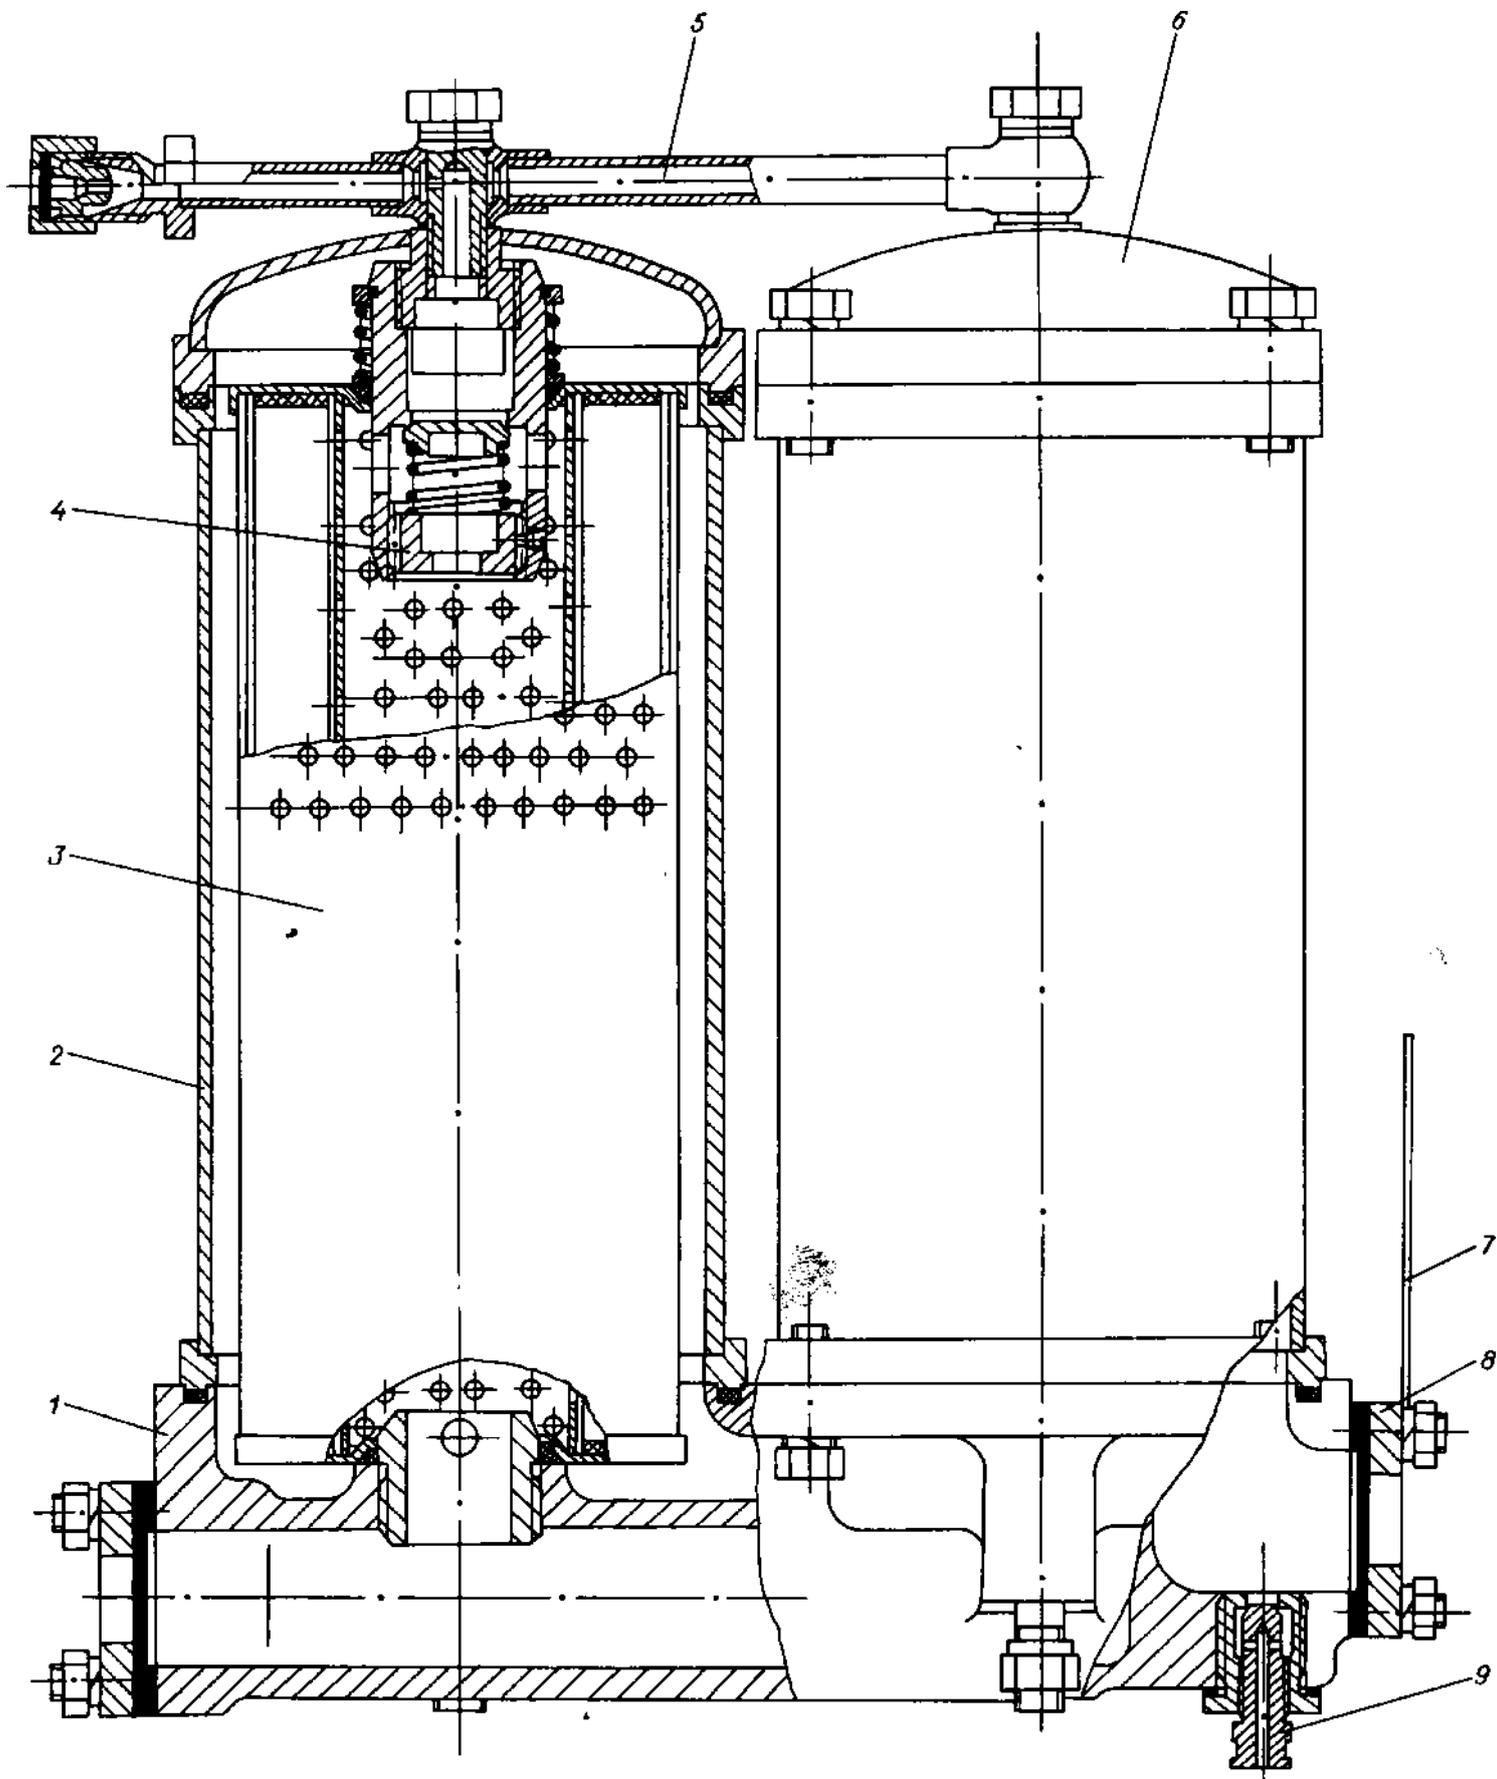

Рис. 36. Фильтр тонкой очистки масла полнопоточный:
**Фильтр тонкой очистки масла** /рис. 36/ состоит из основания 1 корпуса, корпуса 2, крышек 6, фильтрующих элементов 3, перепускных клапанов 4, дренажной трубки 5, фланцев 8, пробки 9 слива масла. Перепуск-